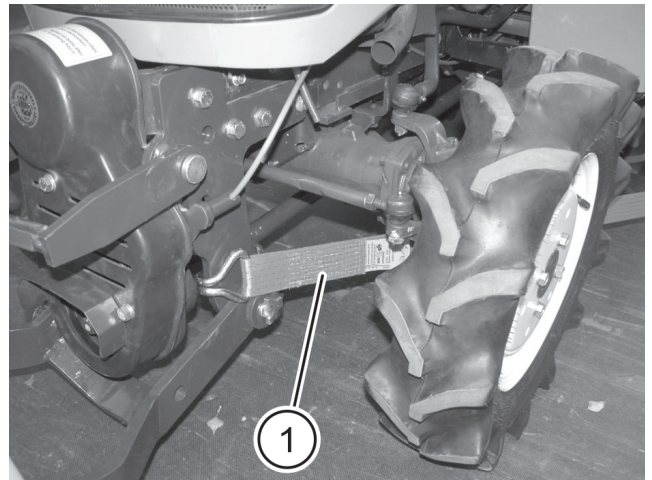

ABB. 4
ABB. 4: Jeweils einen Zurrkurt (1) rechts und links an den Seitenplatten des Frontkrafthebers oder wenn kein Frontkraftheber montiert ist, im vorderen Zugmaul befestigen und in Richtung der Hinterräder des Traktors am Transportfahrzeug befestigen. Zurrkurt spannen.